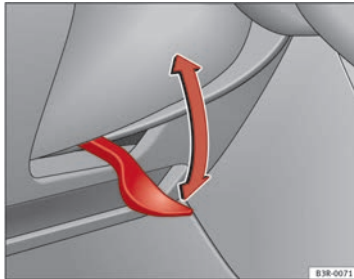

Abb. 143 Hebel unter der Lenksäule
- Schwenken Sie den Hebel ⇒ Abb. 143 nach unten ⇒ ⚠.